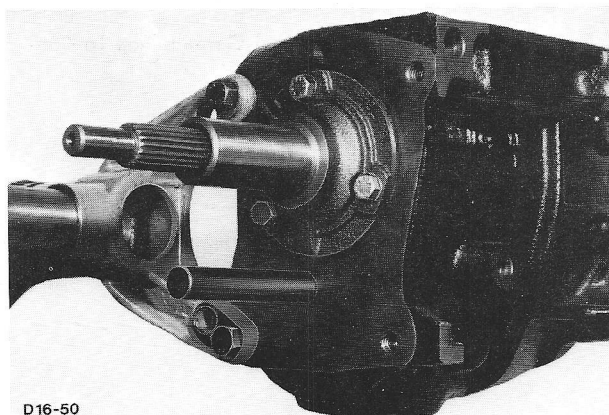

Fig.47 Secundaire as met Speciaal Gereedschap P-7113 uit het huis drukken.
12. Tik de secundaire as m.b.v. Speciaal Gereedschap P-7113 (fig.47) van voren naar achteren tot de as uit de voorste boring is vrijgekomen; druk de as vervolgens met de dummy secundaire as geheel uit het huis. Laat de complete torentandwielgroep op de bodem zakken.